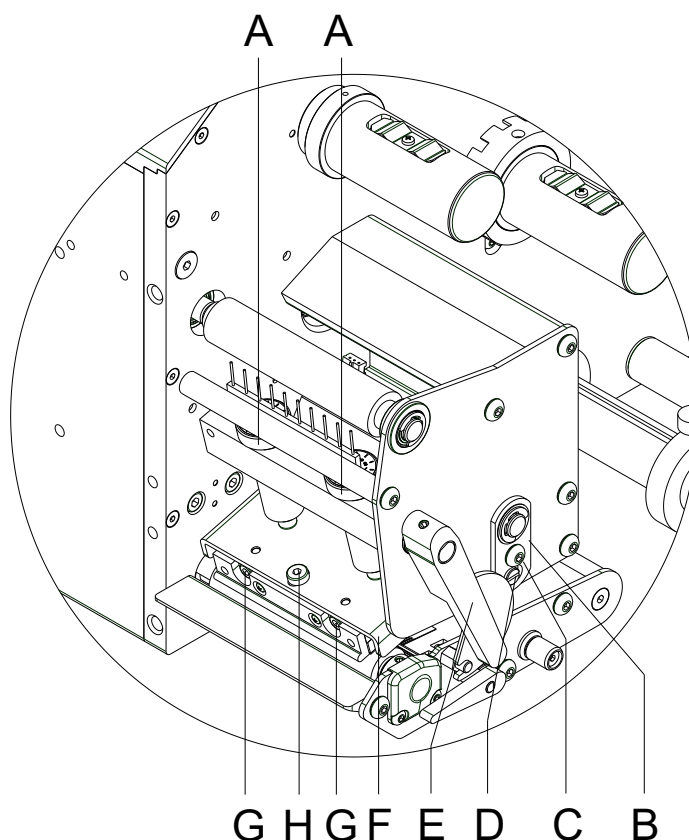

Figura 17
1. Afloje el tornillo de sujeción (H, Figura 17) girándolos aproximadamente $\frac{1}{4}$ de vuelta con ayuda de una llave allen.
2. Ajuste el paralelismo con los tornillos (G, Figura 17) en el sentido de las agujas del reloj = hacia adelante el cabezal en el sentido contrario de las agujas del reloj = hacia atrás.
4. Coloque de nuevo el tornillo de sujeción (H, Figura 17).
Si tras regular el paralelismo no se consiguiera que la anchura de la impresión fuese regular, se puede igualar con la ayuda de una placa de fijación (B, Figura 17).
1. Afloje el tornillo (C, Figura 17) girándolos aprox. $\frac{1}{4}$ de vuelta.
2. Gire la clavija excéntrica (D, Figura 17) para ajustar una impresión igualada. Continúe ajustando el cabezal de impresión hasta que la impresión en el text salga igualada.
3. Coloque de nuevo el tornillo (C, Figura 17).
La presión del cabezal puede modificarse con los tornillos (A, Figura 17) en el lado interior y exterior del cabezal, respectivamente. Un aumento de la presión del cabezal lleva en el lado respectivo a un mejoramiento del ennegrecimiento del formato de impresión y a un desplazamiento de la marcha de la cinta en la correspondiente dirección.
1. Gire el tornillo de presión (A, Figura 17) para modificar la presión del cabezal de impresión.
2. Gire el tornillo de presión (A, Figura 17) en el sentido de las agujas del reloj hasta que llegue al tope, se consigue un incremento de presión de 10N respecto al ajuste inicial de fábrica.
3. Gire el tornillo de presión (A, Figura 17) hacia el tope derecho, girándolo en dirección contraria a las agujas del reloj, se obtendrá el valor de regulación de fábrica.